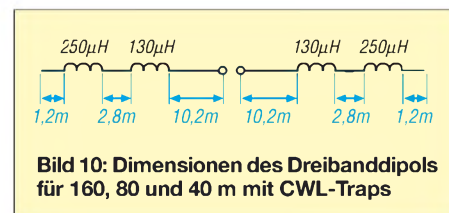

Bild 10: Dimensionen des Dreibanddipols für 160, 80 und 40 m mit CWL-Traps
siehe Bild 10
Ähnlich wie bei herkömmlichen Sperrkreisantennen kann man jetzt eine weitere Spule mit zusätzlichen Leiterabschnitten an die Zweibandantenne anfügen. Dann erhält man eine Dreibandantenne usw. Die Zahl der Resonanzen entspricht dabei der Anzahl der Spulen plus 1. Ich habe mehrfach Antennen mit CWL-Traps für drei Bänder aufgebaut. Bild 1 zeigt zum Beispiel einen Dreiband-Dipol für 40, 80 und 160 m. In Bild 10 sind die verwendeten Abmessungen dargestellt. Die Spulen wurden mit 1-mm-Kupferlackdraht auf 50-mm-PE-Rohr gewickelt (als HT-Rohr DN50 in der Klempnerabteilung des Baumarktes erhältlich). Als Antennenleiter kam PVC-ummantelte Stahllitze mit Kupferseele von Fritzel/HoFi [3] zum Einsatz.
* für 3. Band, siehe Bild 10